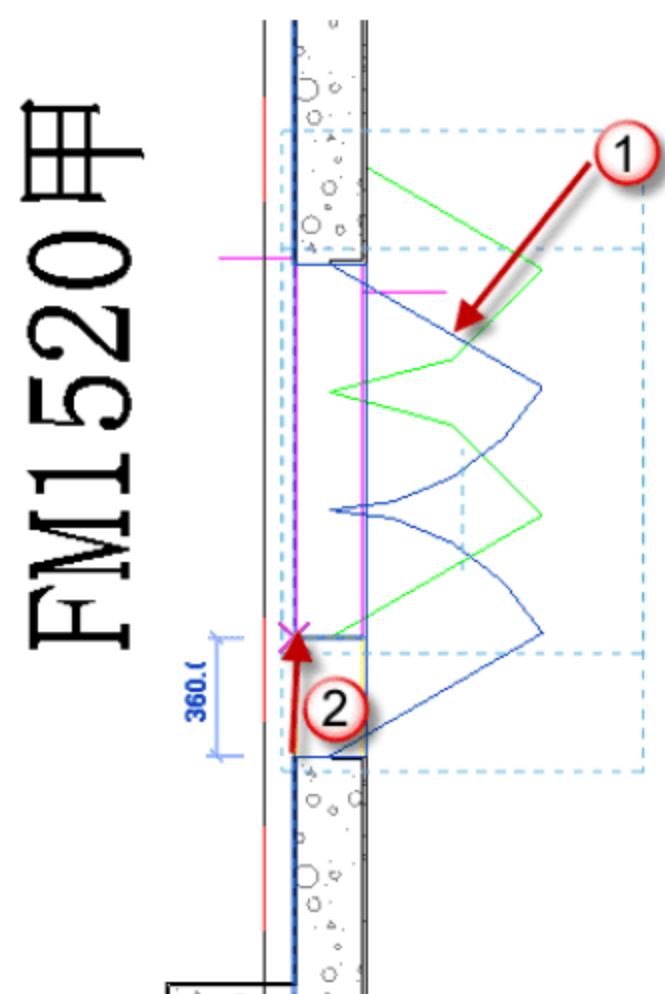

图 9.3.40 移动“FM1520 甲”族
(30) 移动“FM1520 甲”族。选择已经插入的门族，按快捷键 M+V，移动“FM1520 甲”，如图 9.3.40 所示。